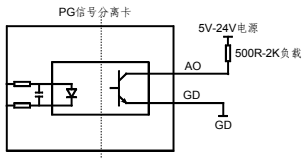

图 5 集电极开路输出图
3. 输出信号只适合集电极开路信号输出，电路连接图见图 5。